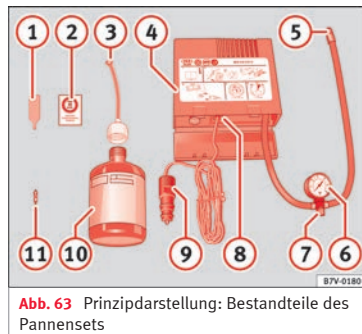

Abb. 63 Prinzipdarstellung: Bestandteile des Pannensets
- Ventilkappe und Ventileinsatz vom Reif Ventil abschrauben. Verwenden Sie den Ventileinsatzdreher » **Abb. 63** **1** zum Heraus-schrauben des Ventileinsatzes. Legen Sie den Ventileinsatz auf einem sauberen Untergrund ab.
- Reifendichtmittelflasche kräftig schütteln » **Abb. 63** **10**.
- Schrauben Sie den Einfüllschlauch » **Abb. 63** **3** auf die Dichtmittelflasche. Die Folie am Verschluss wird automatisch durchstoßen.
» **Abb. 63** ③ entfernen und das offene Ende ganz auf das Reifenventil stecken.
» **Abb. 63** ① wieder in das Reifenventil schrauben.
- Reifenfüllschlauch » **Abb. 63** ⑤ des Luftkompressors fest auf das Reifenventil schrauben.
» **Abb. 63** ⑦ zuge dreht ist.
- Stecker » **Abb. 63** ⑨ in die 12 Volt-Steckdose des Fahrzeugs stecken »  Seite 183.
- Luftkompressor mit dem EIN- und AUS-Schalter » **Abb. 63** ⑧ einschalten.